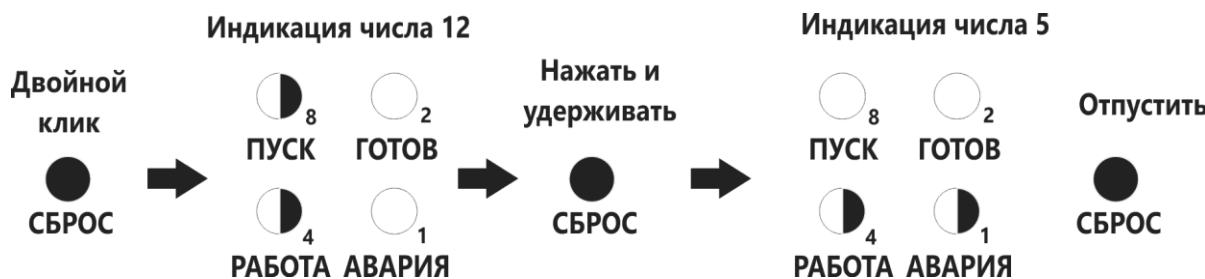

Рисунок 11 Пример индикации тока 125%
1.12.5 Последовательность действий (пример индикации тока 125%, см. рис.11):